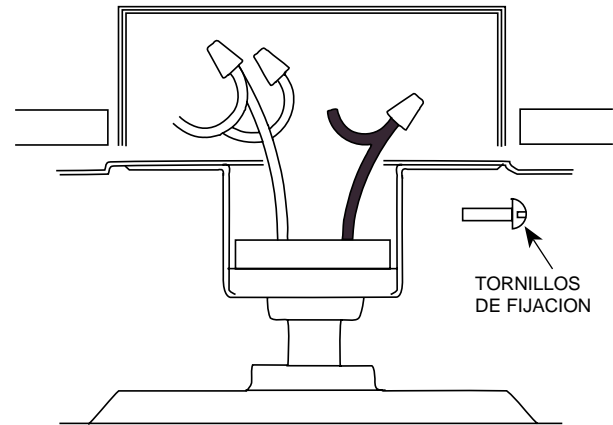

FIGURA 9
A. Usando dos tornillos 8-32 de aproximadamente $\frac{5}{8}$ " de largo (de la bolsa de herrajes) para enroscar los tornillos de fijación del colgador plástico en la parte posterior del brazo de montaje. Vea la Figura 9. Los tornillos se deben atornillar completamente en el brazo y apretar. Los tornillos están ubicados justamente encima del colgador plástico y evitan que el motor gire mientras se instalan las paletas.